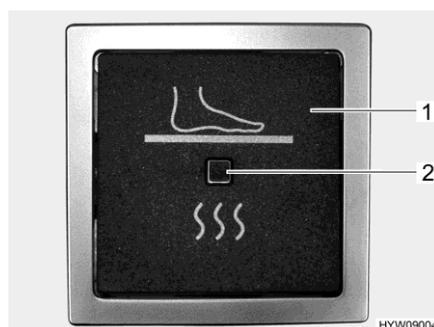

Fig. 120 Interruttore a bilico (riscaldamento elettrico del pavimento)
- ▷ Il riscaldamento elettrico del pavimento viene inserito e disinserto mediante un interruttore a bilico (Fig. 120,1). Quando il riscaldamento del pavimento è acceso, la spia di controllo (Fig. 120,2) si accende.